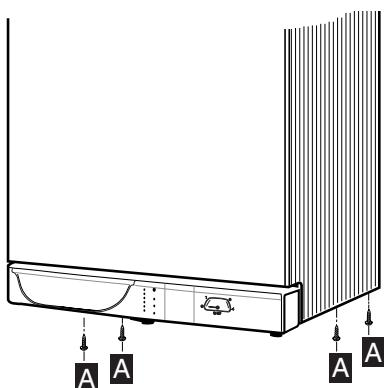

Abb. 20
- die vier Befestigungsschrauben **A** unten an der Verkleidung anziehen e (Abb. 20).